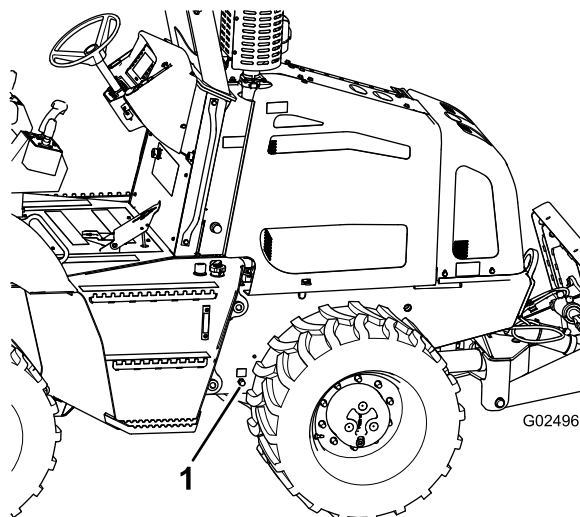

Figura 64
5. Remova completamente a tampa do bico de drenagem e aguarde o escoamento completo do óleo do motor (Figura 64).
7. Instale a tampa no bico de drenagem (Figura 64).
4. Posicione uma bandeja de drenagem com capacidade mínima de 20 L (21 qt dos E.U.A.) sob o bico de drenagem do óleo do motor (Figura 64).
1. Remova a tampa do tubo de enchimento da cobertura da válvula girando a tampa e puxando-a para cima (Figura 64).